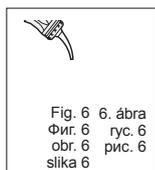

Fig. 6. 6. ábra
- c) Выдавите замешанный материал прямо на внутреннюю поверхность конструкции (рис. 6).
Фиг. 6. 6. рис. 6
obr. 6. 6. рис. 6